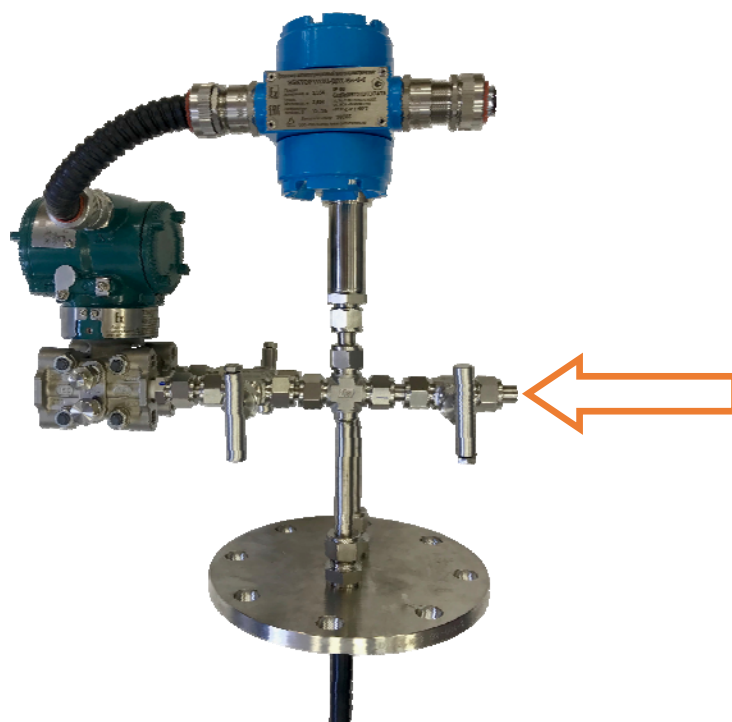

Рисунок 20 – Подключение насоса
1. Подключите насос (7) на рис. 1, входящий комплект поставки, со стороны Вентиля продувочного, как показано на рис. 20.